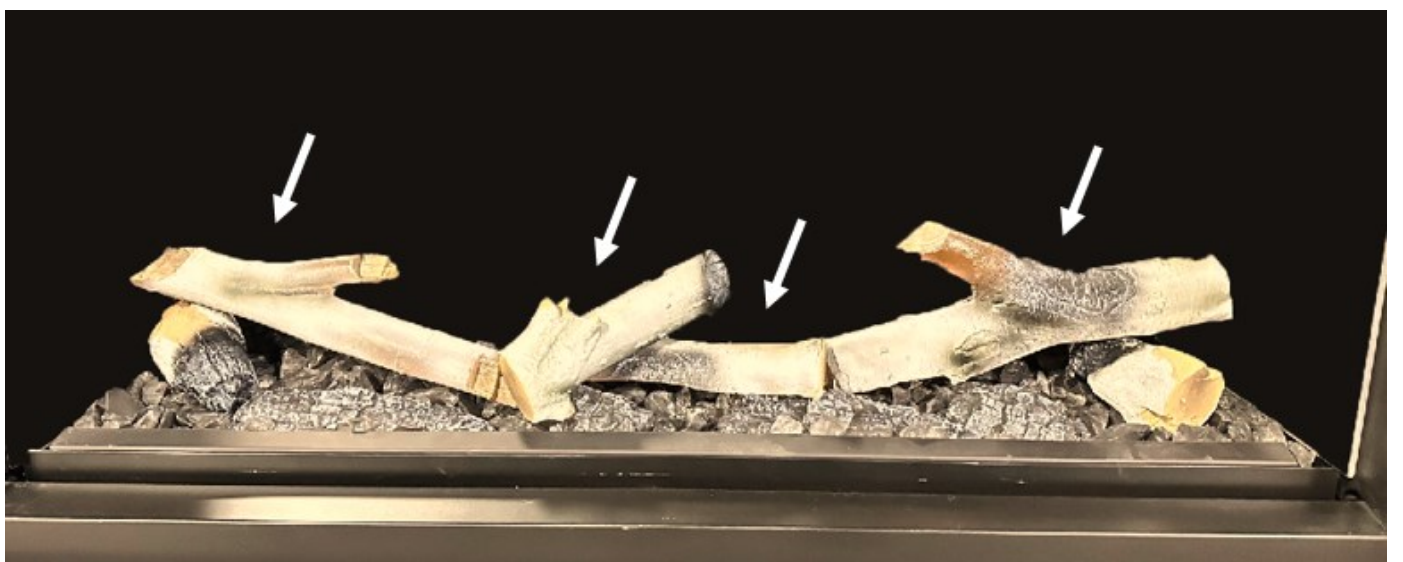

Figure 4.3 - Jeu de bûches complètement installé
- La Figure 4.3 montre les autres bûches installées. Les deux bûches plus grosses vont sur les côtés et les deux bûches de bouleau plus petites vont au centre.